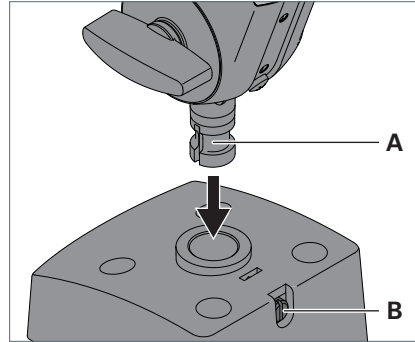

Fig. 2: Montage du luminaire sur l'élément de fixation.
- ▶ Introduire le tourillon **A** situé sur les tiges du luminaire dans l'ouverture de l'élément de fixation, voir Fig. 2.